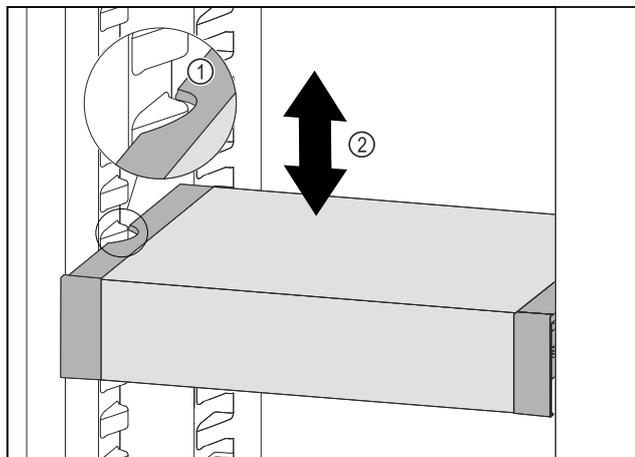

Fig. 103
- ▶ 向前移动 VarioSafe，直到 VarioSafe 两侧的凹槽与冷藏区中的容器肋梁持平。Fig. 103 (1)
- ▶ 在冷藏区中向上或向下移动 VarioSafe，直至所需高度。Fig. 103 (2)